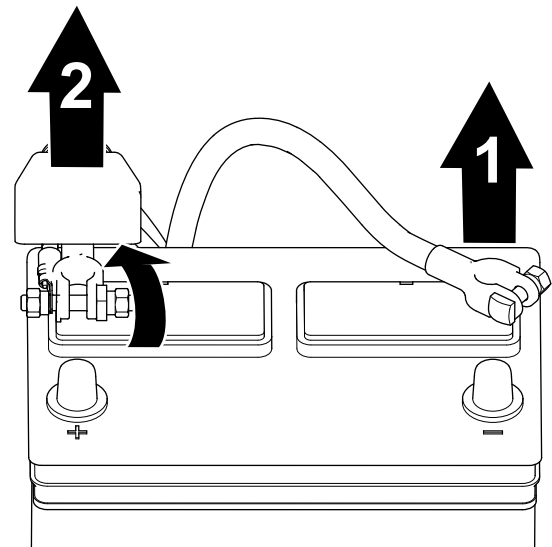

Bild 1
1. Trennen Sie das Minuskabel des Akkus vom Batteriepol ab (Bild 1).
2. Heben Sie die Isolierung an und ziehen Sie das Pluskabel des Akkus vom Akkupol ab (Bild 1).